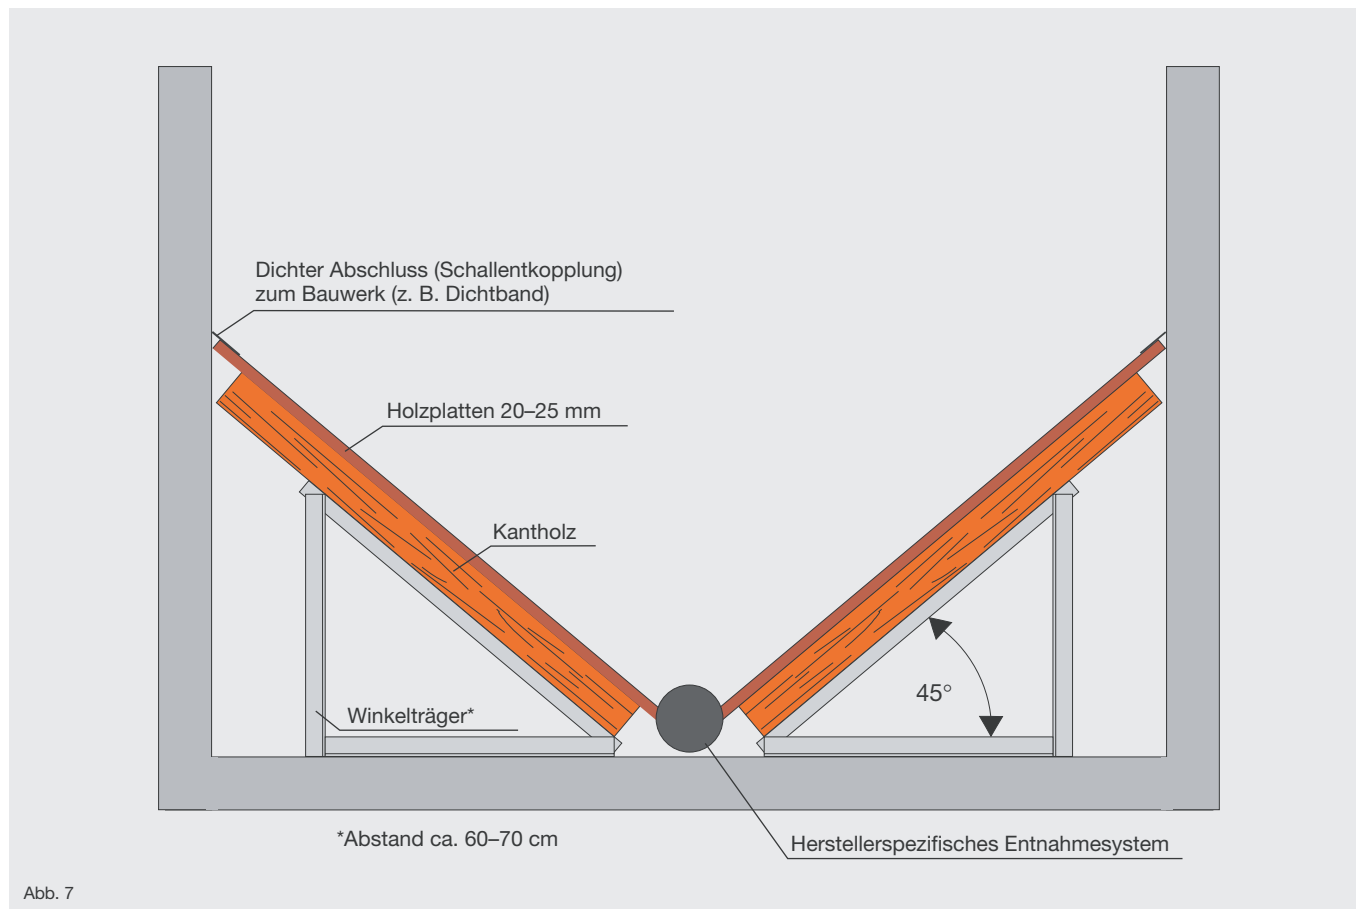

Abb. 7
**Der Lagerraum muss über einen Schrägboden so gestaltet sein, so dass er sich über das verwendete Austragsystem nahezu vollständig entleeren kann (Abb. 7).**